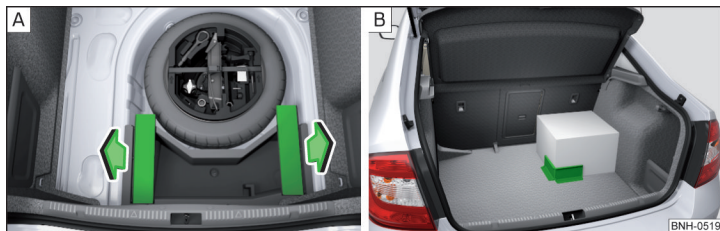

Abb. 81 Cargo-Elemente herausnehmen / Befestigungsbeispiel der Ladung mittels des Cargo-Elements
- Die Cargo-Elemente in Pfeilrichtung herausnehmen » Abb. 81 - **A**.
- Die Cargo-Elemente mit Klettverschluss auf dem Bodenbelag des Gepäckraums befestigen » Abb. 81 - **B**.